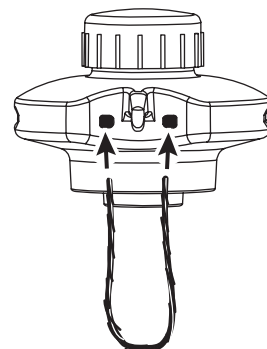

Fig. 13
1. Insérez chaque extrémité du fil de remplacement dans les trous des deux côtés du crochet de retenue (Fig. 13).